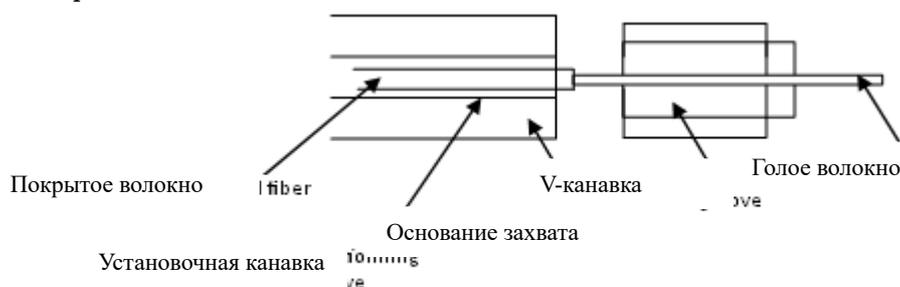

Рис. 6-1 Схема размещения левого волокна в левой установочной канавке
- а) Откройте ветрозащитное устройство и проверьте, нет ли на неподвижных частях волокон пыли или других посторонних веществ (например, измельченных волокон, хлопковых волокон и т.д.), как показано на рис. 6-1.
- в) Включите устройство для сварки и загрузите два волокна, как показано на рис. 6-1. При загрузке поместите голые волокна в V-образную канавку. Используйте зажим, чтобы зафиксировать волокна и сделать их прямыми. Лучше всего, чтобы волокна были видны на мониторе, но не перекрывались. Плотнo закройте защитный кожух.